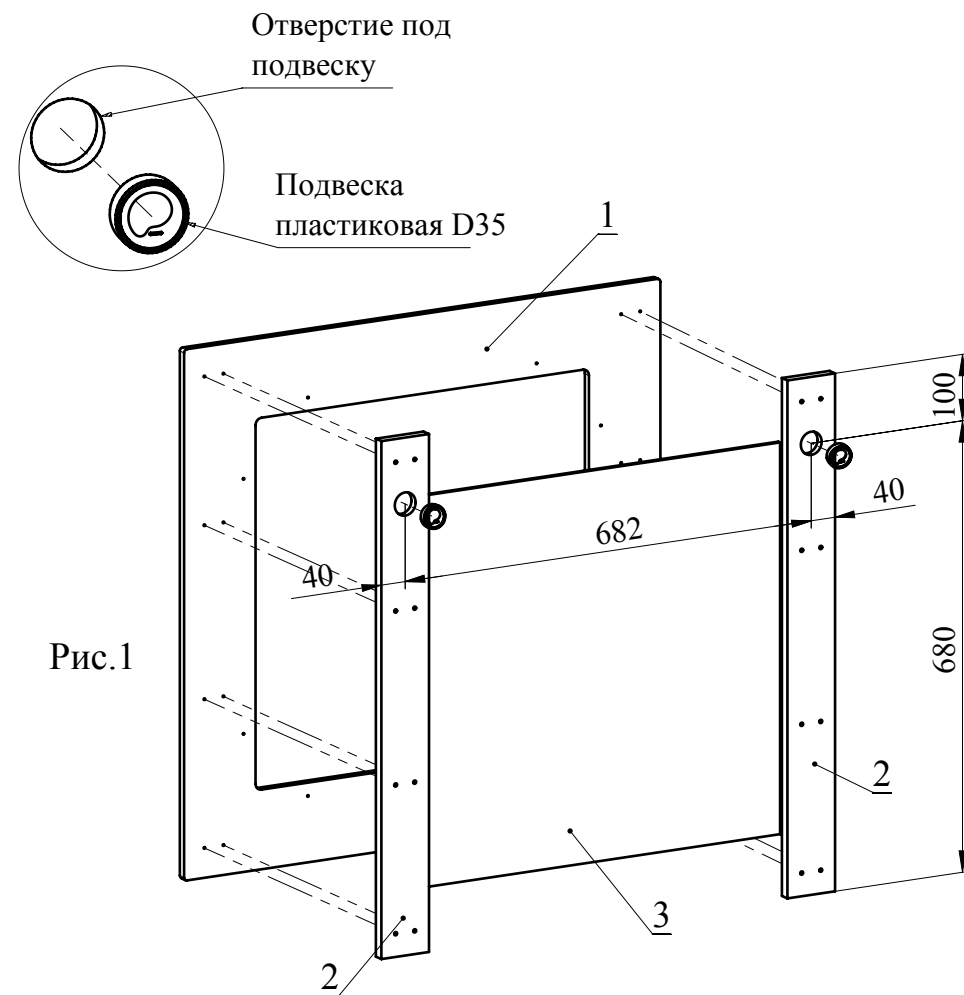

Рис.1
2. Вбейте подвески пластиковые (Рис. 1).
3. Соедините детали 2 с деталью 1 при помощи шурупов 4x30 (Рис. 1).
4. Вставьте зеркало и закрепите его с помощью зеркаладержателей и шурупов 3,5x20 (Рис. 1).